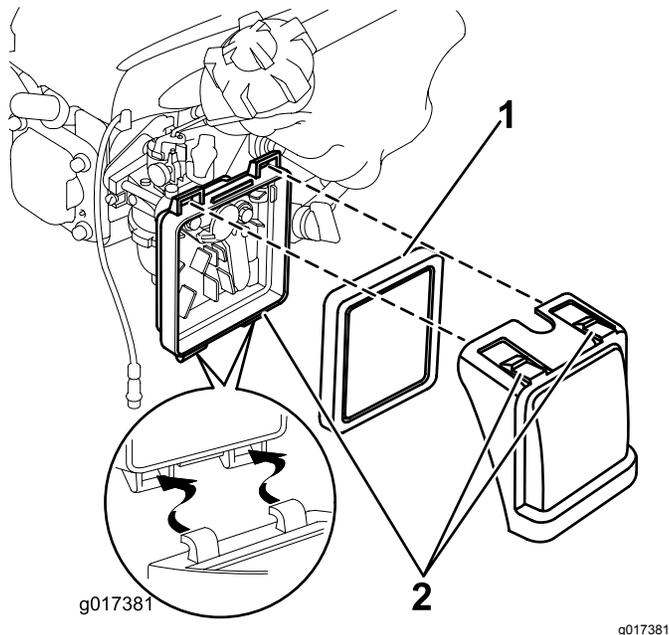

Bild 18
1. Drücken Sie die Verriegelungsnasen oben an der Luftfilterabdeckung nach unten (Bild 18).
2. Öffnen Sie die Abdeckung (Bild 18).
3. Entfernen Sie den Filter (Bild 18).
6. Setzen Sie den Filter in den Luftfilter ein (Bild 18).
7. Setzen Sie die Abdeckung auf (Bild 18).